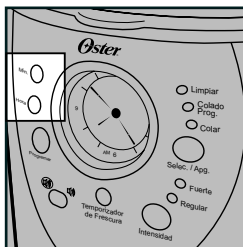

Figure 1
2. Appuyez sans les relâcher sur les touches des heures (HORA) et des minutes (MIN.) jusqu'à ce que l'heure du jour s'affiche. Le voyant AM ou PM s'allumera au bas de l'afficheur (figures 1 et 2).